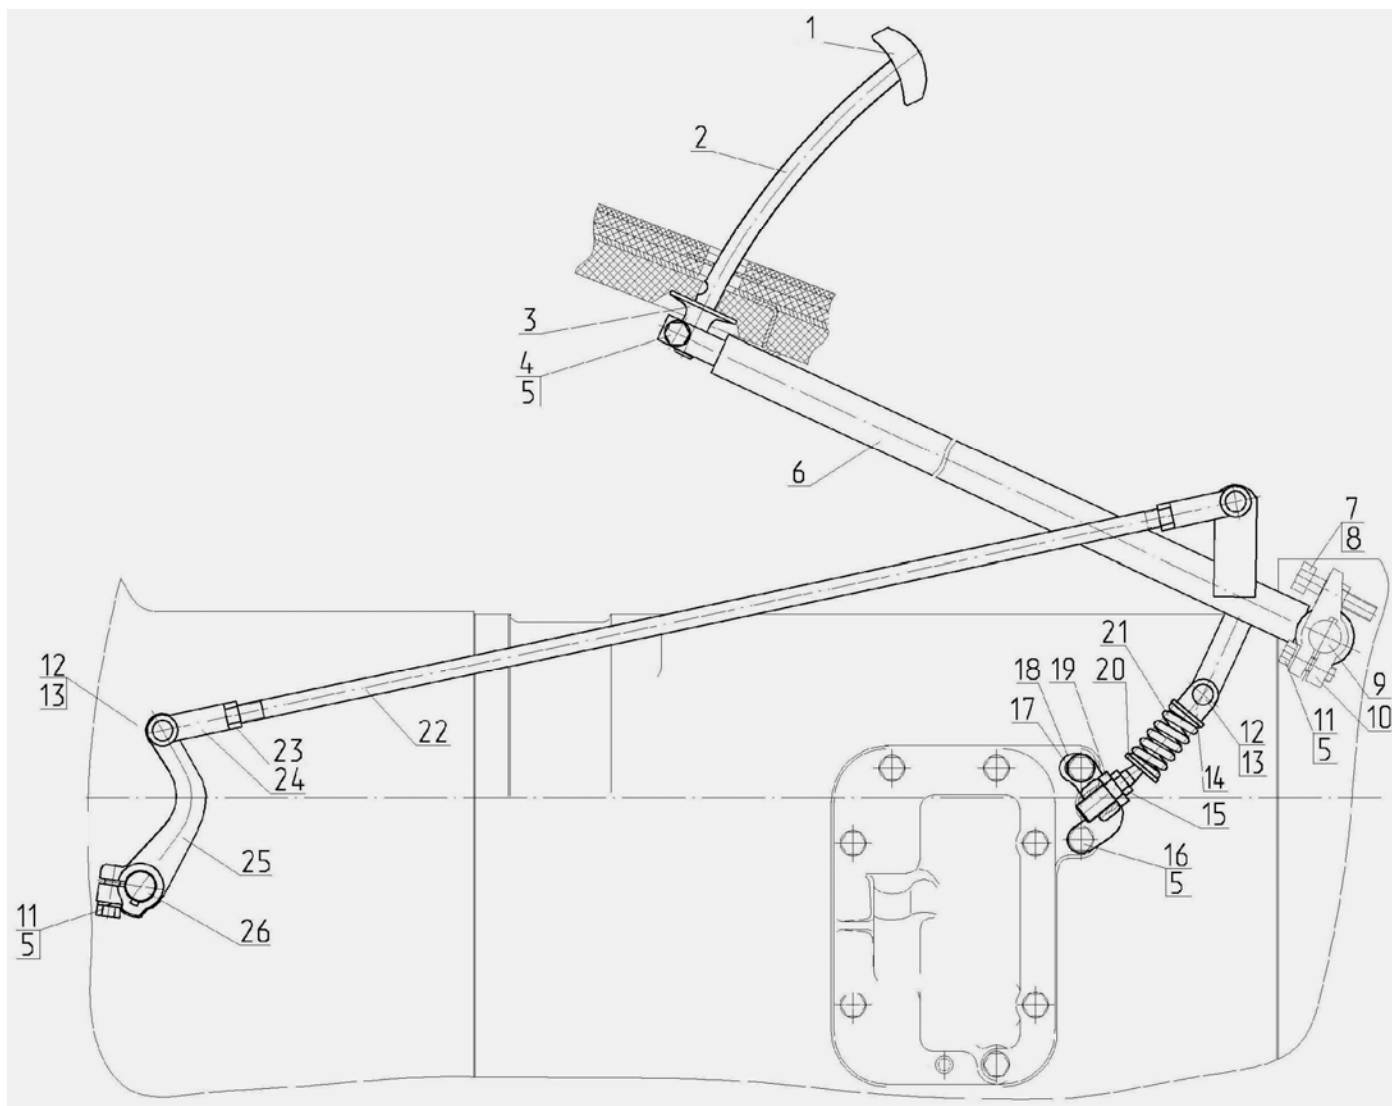

Рисунок 4.7 Управление сцеплением
- 1) отверните болт (4) (**рисунок 4.7**), снимите стержень (2) и накладку (1);
- 2) отсоедините тягу (22), вынув пальцы (13);
- 3) отверните вилки (24) и гайки (23) из тяги (22);
- 4) снимите шайбу (20) и пружину (21);
- 5) отверните гайку (19) и болт (15);
- 6) снимите кронштейн (18), отвернув два болта (16);
- 7) снимите упор (14) с педали (6), вынув палец (13);
- 8) снимите рычаг (25), отвернув болт (11);
- 9) снимите рычаг (10) с валика (9), отвернув болты (7), (11);
- 10) снимите педаль (6) с валика (9).